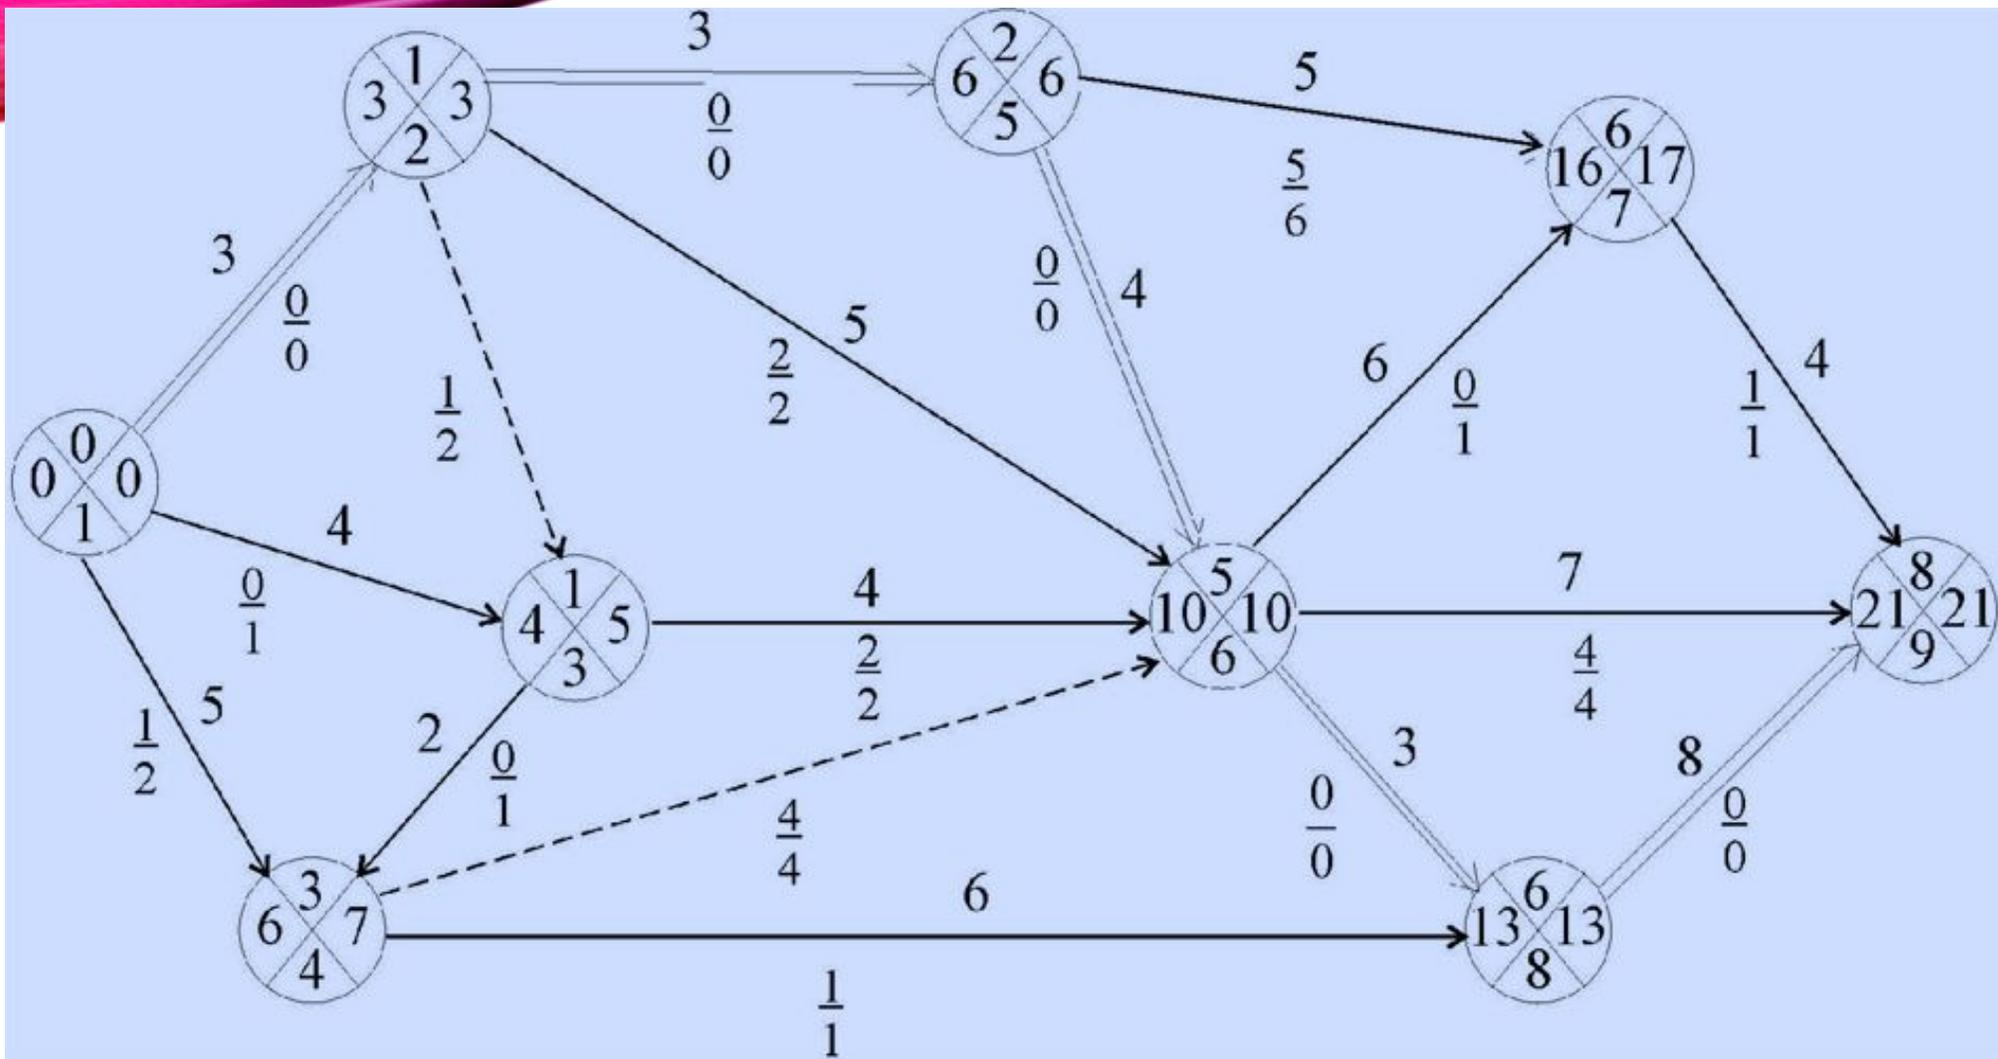

Рис.2. Пример расчета сетевого графика непосредственно на схеме
- Работы, имеющие резерв времени, должны быть на сетевом графике выделены (на графике они могут иметь прерывистую линию в той части работы, где есть частный резерв времени), и на эпюру проецируется только та часть работы, где есть ресурсы (рис. 2 и 3).